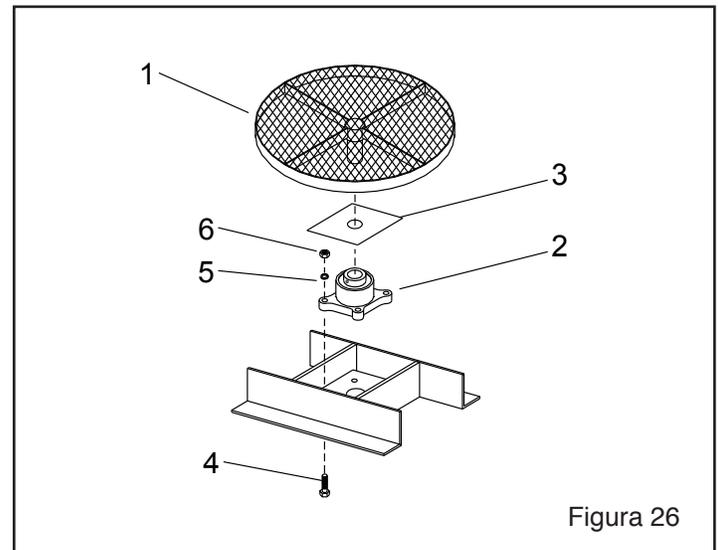

Figura 26
**Mesa giratoria de base fija con rodamiento, 500 lb. De capacidad, ver la Figura 26.**